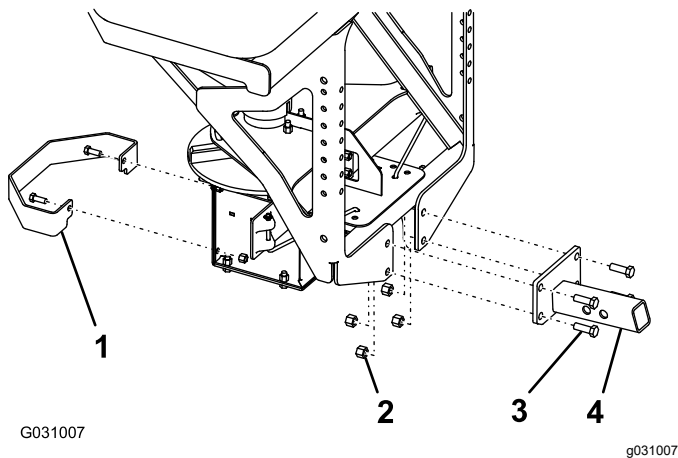

Bild 4
1. Befestigen Sie die Einschubhalterung mit 4 Schrauben ($\frac{1}{2}$ ") und Sicherungsmuttern ($\frac{1}{2}$ ") am Streuer und ziehen Sie die Schrauben auf ein Drehmoment von 76 N·m an, wie in Bild 4 dargestellt.
2. Befestigen Sie den Streuscheibenschutz mit den beiden vorhandenen Schrauben ($\frac{3}{8}$ ") und Sicherungsmuttern ($\frac{3}{8}$ ") am Streuer und ziehen Sie die Schrauben auf ein Drehmoment von 27 N·m an, wie in Bild 4 dargestellt.